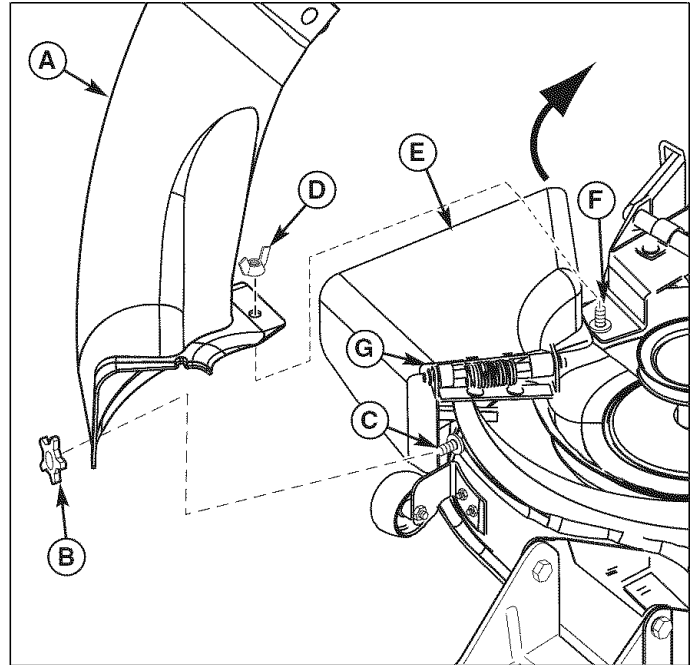

Figura 7. Instalación del Tubo Inferior
1. Del tubo mueva el para arriba (E, figura 7).
2. Ponga el agujero delantero del canal inclinado más bajo (A) sobre el perno de carro (C) según lo demostrado. Resbale el borde delantero de un canal inclinado más bajo (A) debajo del soporte de bisagra (G).
3. Ponga el agujero posterior del canal inclinado más bajo (A) sobre el perno de carro (F).
4. Asegure la perilla (B) sobre el perno de carro (C).
5. Asegure la tuerca de ala (D) sobre el perno de carro (F).